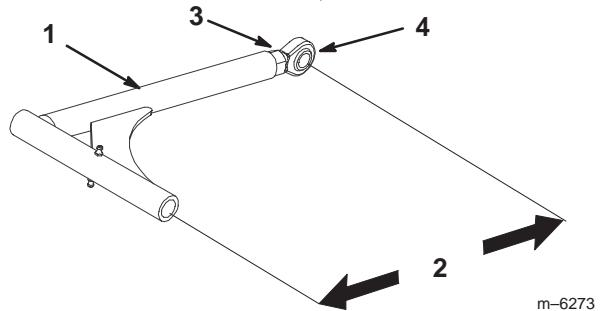

Figure 69
- 9.** Si la poulie de renvoi fixe touche l'extrémité de la fente de réglage et si la courroie a besoin d'être tendue davantage, il est possible de modifier légèrement la longueur des bras de poussée (Fig. 69).